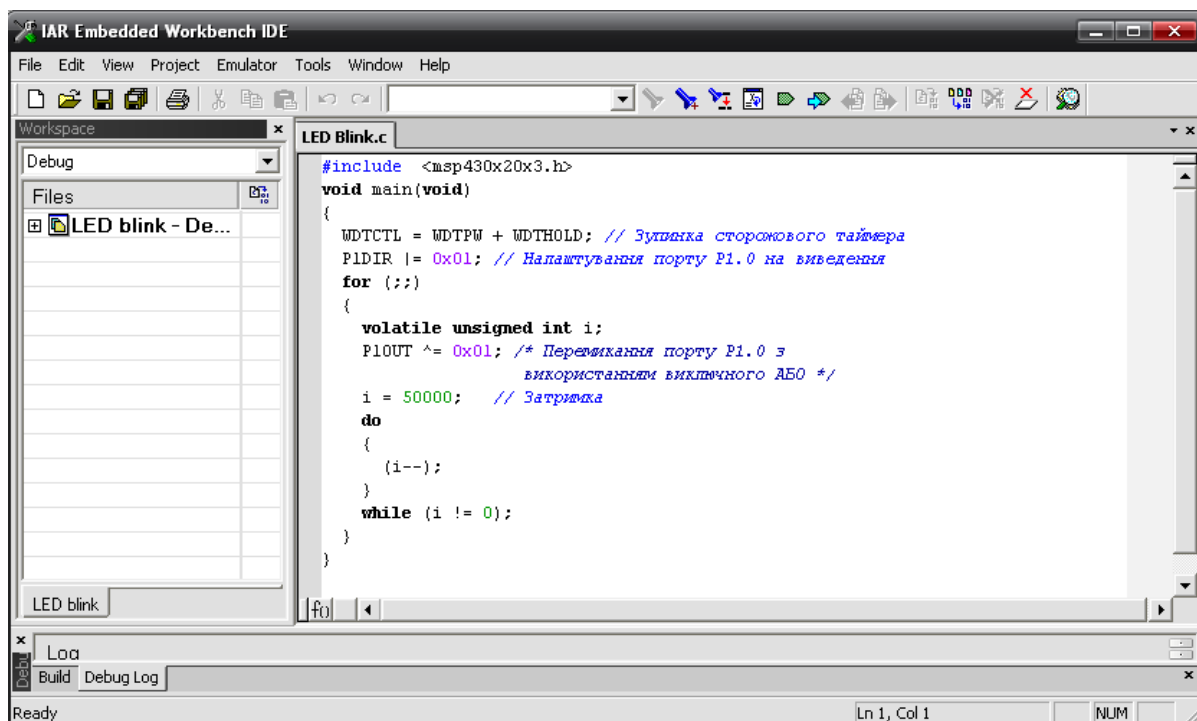

Рисунок 1.6 – Програма «LED Blink.c»
7. Скопіювати у файл «LED Blink.c» код програми (рис. 1.6):